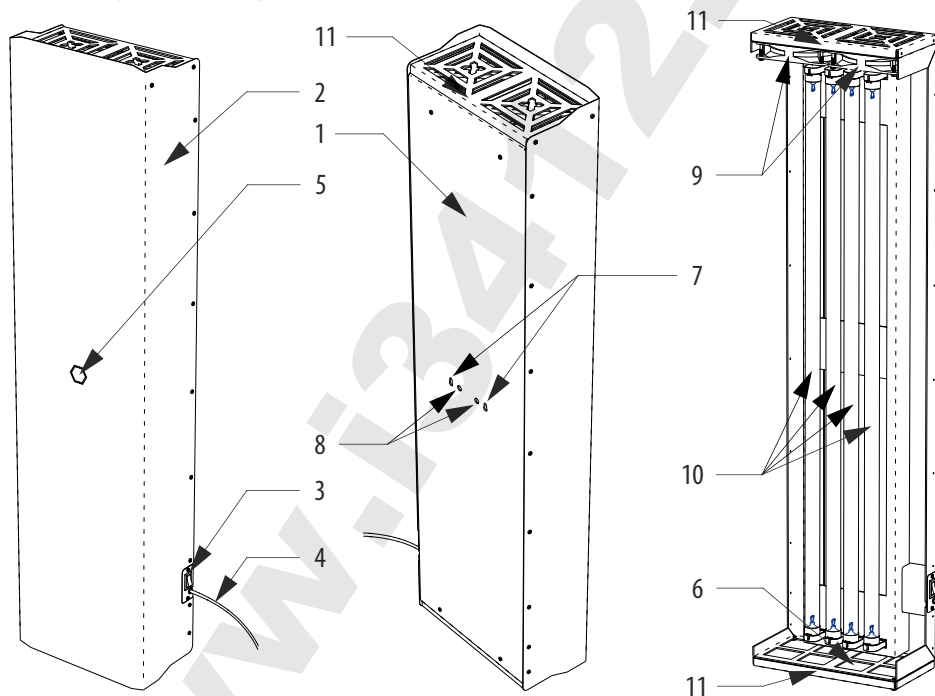

Рисунок 1. Общая конструкция очистителя воздуха ОВУ-06.
- 6.3. Измерьте межцентровое расстояние между проушинами 7 (см. рис.1). С помощью уровня и линейки (рулетки) разметьте на стене отверстия для монтажа. Выбирайте крепёж в соответствии с материалом стен: шурупы для деревянных стен или стен из древесных материалов; дюбеля с шурупами для бетонных, кирпичных или газосиликатных стен; специальный крепёж для стен из ГКЛ.